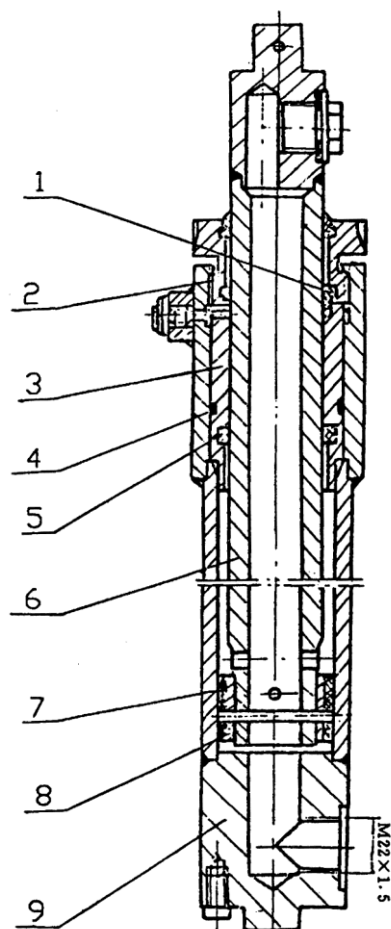

Рис. 10-7 Цилиндр подъёма (левый)
- 1) Для погрузчиков грузоподъёмностью более 3 т (см. рис. 10-7, 10-8);